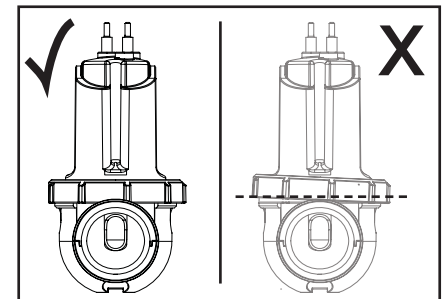

Figura 15. Nivel del anillo asegurador
**NOTA** Asegúrese de que el anillo de seguridad este a nivel al engancharlo con el enroscado de la abrazadera (ver Figura 15).